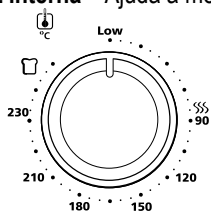

Figura 1
1. **Botão para selecionar a temperatura** - Ajuste o botão para selecionar a temperatura desejada (veja a figura 1).
1. Coloque no espeto giratório o frango, peru ou outro alimento que desejar assar. Use os dois ganchos para prender/fixar o frango (ou alimento) no centro do espeto. Use os dois parafusos de ajuste manual para fixar os ganchos (veja a figura 1).